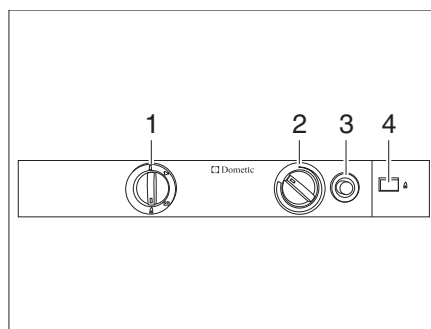

Fig. 351 Boutons de commande pour le réfrigérateur (Dometic Série 8)
- Placer le sélecteur de source d'énergie (Fig. 351,1) sur "🔥".
- Enfoncer le bouton tournant (Fig. 351,2) sur le niveau le plus élevé et le maintenir enfoncé. Attendre jusqu'à ce que le gaz s'écoule vers le brûleur.
- Enfoncer le bouton d'allumage du gaz (Fig. 351,3) et le maintenir enfoncé. L'allumage s'effectue de manière automatique.
- Maintenir le bouton d'allumage du gaz (Fig. 351,3) enfoncé jusqu'à ce que l'indicateur de la flamme (Fig. 351,4) passe au vert, puis le relâcher.
- Maintenir le bouton tournant (Fig. 351,2) encore enfoncé pendant 10 à 15 secondes, puis le relâcher.
- Placer le sélecteur de source d'énergie (Fig. 351,1) sur "⚡".
- Régler la température de réfrigération avec le bouton tournant (Fig. 351,2).